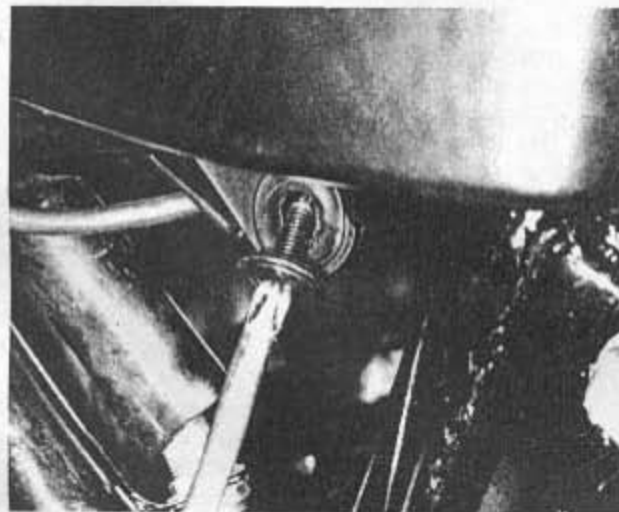

Bild 18
- Sitzbank anheben, umklappen und Werkzeugbehälter herausheben. Beide Seitendeckel abbauen. Sie werden unten je durch eine einzelne Schraube gehalten (Bild 18). Oben liegen sie in zwei Haken, welche mit dem Rahmen verschweisst sind. Batterie durch Abklemmen des Pluskabels (rot) von der elektrischen Anlage trennen. Falls die Maschine über längere Zeit nicht benützt wird, ist die Batterie auszubauen und etwa jeden Monat einmal an ein Ladegerät zu hängen, damit sie nicht Schaden nimmt (siehe dazu Kapitel 7.4.2).